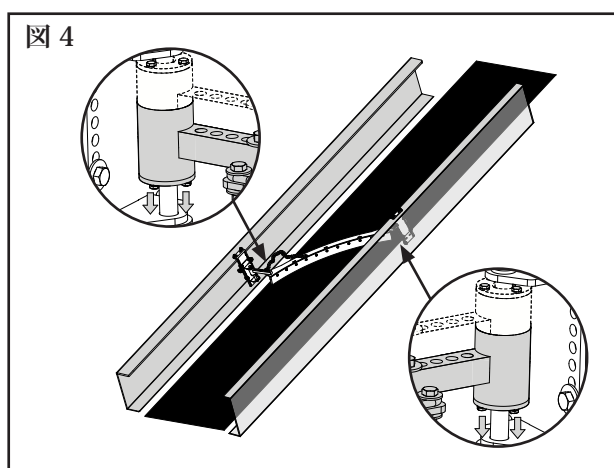

図4
4. プラウフレーム/ブレードを取付けアームに装着します。複数の穴のどれかを選択して、アームをフレームに取り付けます。ブレードがベルト幅全体を覆っている、またはベルトより僅かに多めに覆っていることを確認してから、ハードウェアを締め付けます(図 4)。
4. プラウフレームを飼物やサスペンションから安全に、ゆっくりと取り外します。ブレードがベルトに完全に接触している、取付けピンに固着していないことを確認します(図4)。